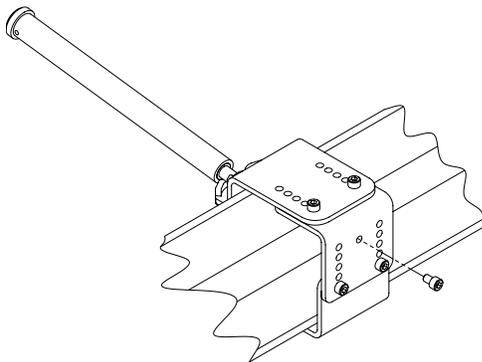

Figure 5 : Emplacement des vis à tête creuse M8 x 1,25 x 25.
6. Serrez les vis à tête creuse M8 x 1,25 x 25 restantes dans les orifices centraux pour éliminer tout jeu (voir figure 5).